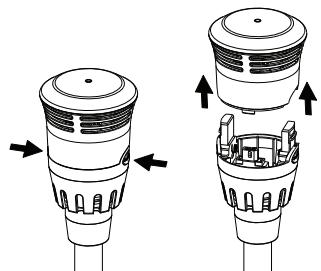

Fig. 7
2. Quite la parte superior del accesorio apretando dos botones y dejando a un lado para un uso posterior. (Fig. 7)